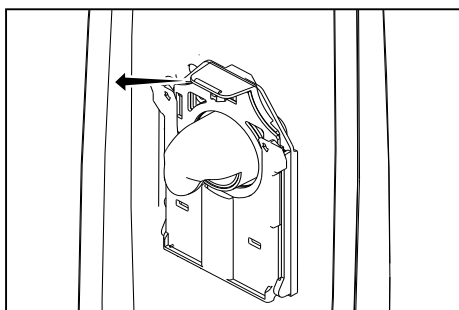
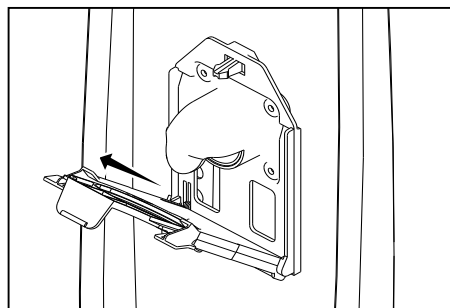

Fig. 1
Fig. 2
- Para quitar la bolsa de aspiradora usada, tire de la pestaña verde del collarín de la bolsa de aspiradora (Fig. 1). Deslice la bolsa usada fuera del soporte de la bolsa que sella automáticamente la abertura de la bolsa (Fig. 2). Deseche la bolsa usada.